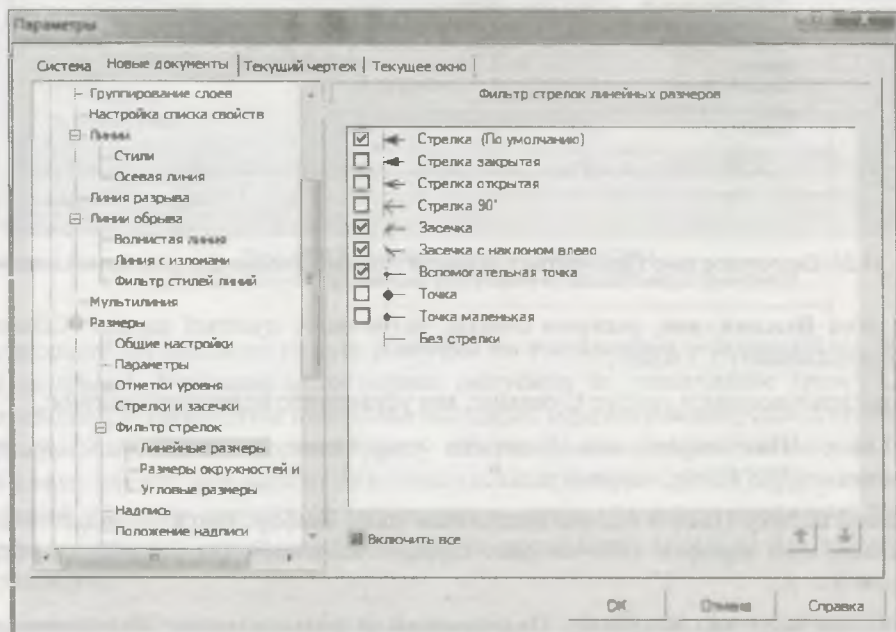

Рис. 17.19. Диалоговое окно **Параметры** с открытой панелью **Фильтр стрелок линейных размеров**
- ◆ щелкните ЛК мыши по пункту **Линейные размеры** — в правой части раскроется панель **Фильтр стрелок линейных размеров** (рис. 17.19). На этой панели видно, какие виды стрелок доступны при создании объектов, их последовательность; и можно оставить вариант по умолчанию;